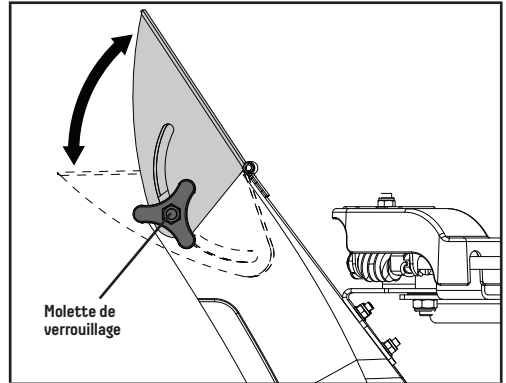

Figure 15
1. Desserrez la molette de verrouillage afin de régler le déflecteur de décharge de la neige à une hauteur appropriée (figure 15).